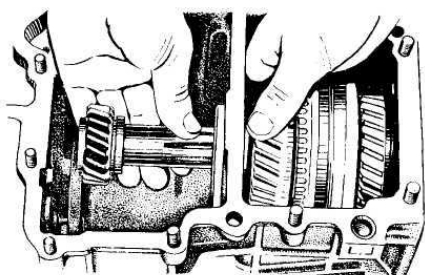

Рис. 138. Установка промежуточного вала
- введите набор ведущих шестерён III и IV передач в картер коробки и через гнездо под подшипник ведущего вала установите промежуточный вал коробки передач (рис. 138);